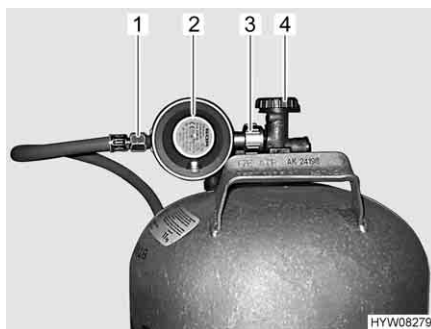

Fig. 80 Raccordo bombola del gas
- Chiudere la valvola principale di arresto (Fig. 80,4) della bombola del gas. Osservare la direzione della freccia.
- Tenere fermo il regolatore di pressione del gas (Fig. 80,2) e aprire il dado zigrinato (Fig. 80,3) con una chiave speciale adatta (filettatura sinistra).
- Rimuovere il regolatore di pressione del gas con il tubo del gas (Fig. 80,1).
- Collocare il regolatore di pressione del gas (Fig. 80,2) con il tubo del gas (Fig. 80,1) sulla bombola del gas e serrare bene il dado zigrinato (Fig. 80,3) con una chiave speciale adatta (filettatura sinistra; **non** serrare eccessivamente).